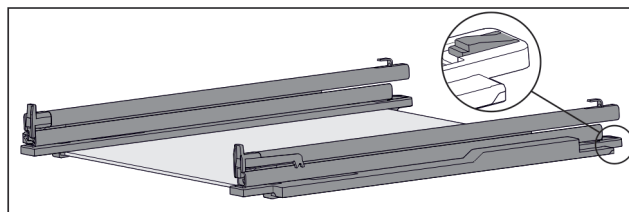

Fig. 105 Lasihylly kiskoilla ja pidikkeillä
- ▶ Paina pidikettä alas (katso Fig. 105) ja työnnä samaan aikaan kiskoa taaksepäin.